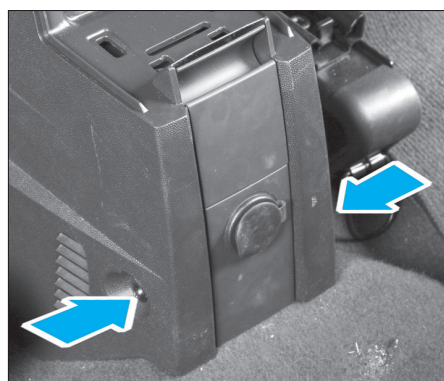

FIG. 1
- les deux vis de fixation arrière (Fig.1).